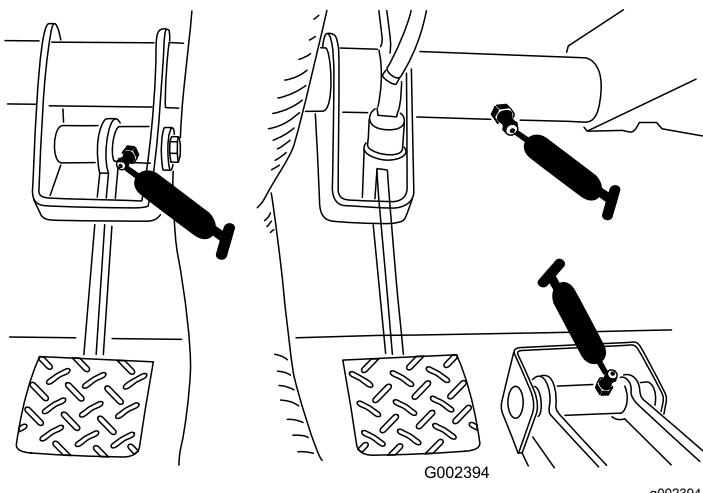

Figura 31
- **Embrague (1);** consulte la Figura 31
- **Acelerador (1);** consulte la Figura 31
- **Freno (1);** consulte la Figura 31